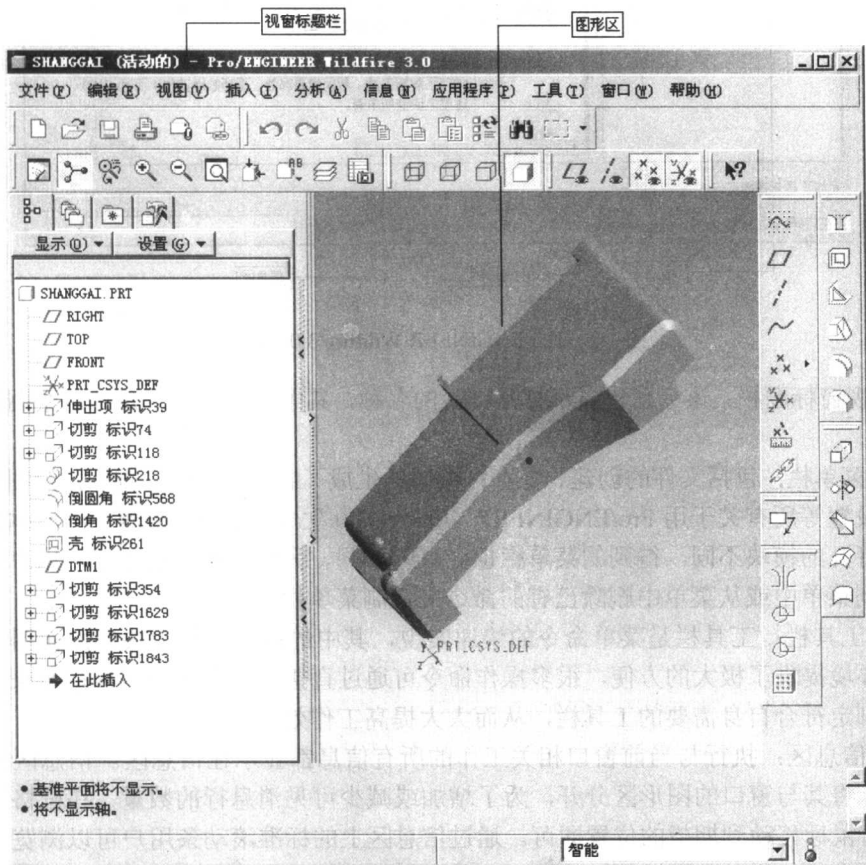

图 1-2 实体建模操作界面
(1) 视窗标题栏：该标题栏显示打开文件的名称，其中“活动的”是针对绘图区而言的当前窗口。
(2) 菜单栏：包括文件的创建、保存；模型的生成、编辑、修改、查询；绘图环境、用户界面的设置等所有关于用 Pro/ENGINEER Wildfire 3.0 生成、分析、检测三维实体模型的命令。用户打开的模块不同，得到的菜单栏也会有所不同。另外根据使用需要，用户还可通过添加图标到菜单中或从菜单中删除已有的命令来定制菜单栏。
(3) 工具栏：工具栏是菜单命令的快速实现，其中的命令按钮为快速操作图形文件及设置工作环境提供了极大的方便，很多操作命令可通过直接点选其中的图标按钮来实现，并且用户可制定符合自身需要的工具栏，从而大大提高工作效率。
(4) 信息区：执行与当前窗口相关工作的所有信息都显示在信息区。信息区有一个可见的边界，将其与窗口的图形区分开，为了增加或减少可见消息行的数量，在框格上按住鼠标左键，将鼠标移动到期望的位置即可。通过信息区上的标准滚动条用户可以浏览过去的信息。一般将常见的信息分为 5 类：➡（提示）、●（信息）、⚠（警告提示）、❌（出错提示）、☠（危险提示）。
(5) 导航区: 导航区位于 Pro/ENGINEER Wildfire 3.0 用户主窗口的左侧。其中包括“模型树”、“文件夹浏览器”、“收藏夹”和“连接”选项卡。用户选择不同的选项卡, 在下面的导航区窗口中就会得到不同的内容。通过操作导航区中的选项, 用户可以方便、的实现许多功能, 如通过“文件夹浏览器”, 可方便的打开、保存或发送文件, 通过“连接”, 可快速打开需要的 Internet 服务。
(6) 嵌入的 Web 浏览器: 启动 Pro/ENGINEER Wildfire 3.0 软件后, 用户所见的界面是含有嵌入的 Web 浏览器, 它位于主窗口的右侧, 用户通过此 Web 浏览器可对内部或外部的网站进行访问, 此时图形区隐藏。
(7) 图形区: 进入 Pro/ENGINEER Wildfire 3.0 界面后, 单击  (新建) 或  (打开) 按钮, 进入实体建模操作界面, 如图 1-2 所示, 此时嵌入的 Web 浏览器隐藏, 主窗口右侧显示为用户的当前绘图区, 它是用户创建零件、特征等图形的显示区, 在此用户可直接观测到使用各种命令生成的二维图形或三维实体模型。
(8) 提示区: 当鼠标指向菜单名、命令、工具栏按钮等项目时, 在 Pro/ENGINEER Wildfire 3.0 主窗口的最下方, 会出现相关命令的简要说明。